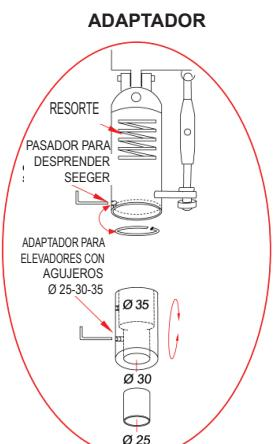

fig1
- Incorpore el adaptador para elevador al vástago Ø 30 mm del mismo y bloquéelo enroscando el tornillo de cabeza hexagonal empotrada destinado al efecto (fig1).